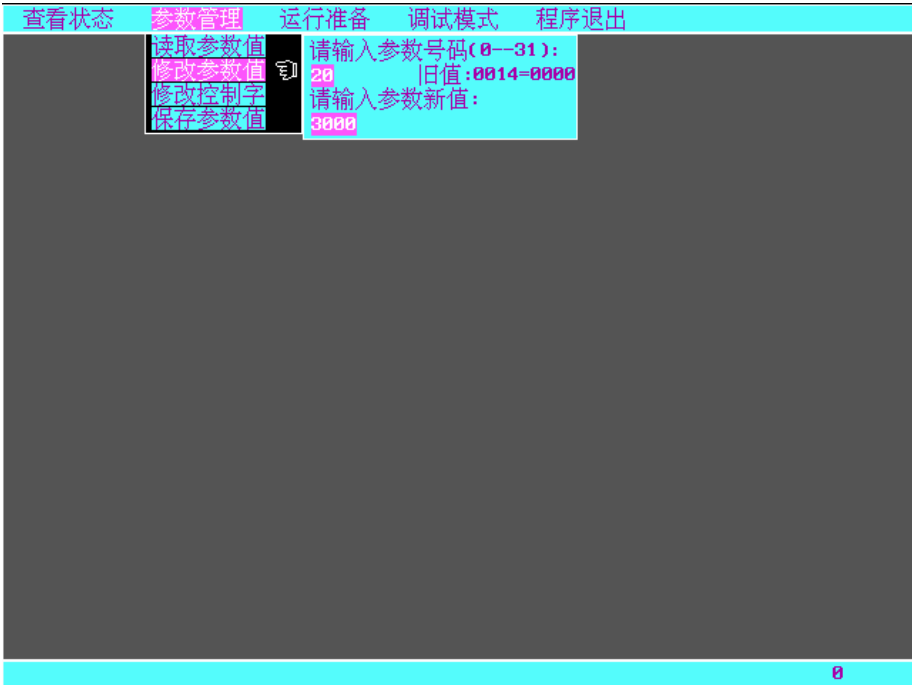

图 10.4 修改参数值
5) 使用该软件可查看伺服内部参数设置情况：通过左右方向键 ( ) 和上下方向键 ( ) 将光标移动到“参数管理/修改参数值”，按下确定键，键入需要修改的参数号，以 20 号参数为例，如图 10.4 所示，输入“20”（选择修改 20 号参数），按确定键，再输入用户自定义的参数值，如“3000”。用“Esc”退出当前参数修改状态。重复以上过程可以修改所有需要修改的参数，最后用“Esc”退出修改参数状态。具体的参数设置详见第六章“参数设置”。若用户想保存修改的参